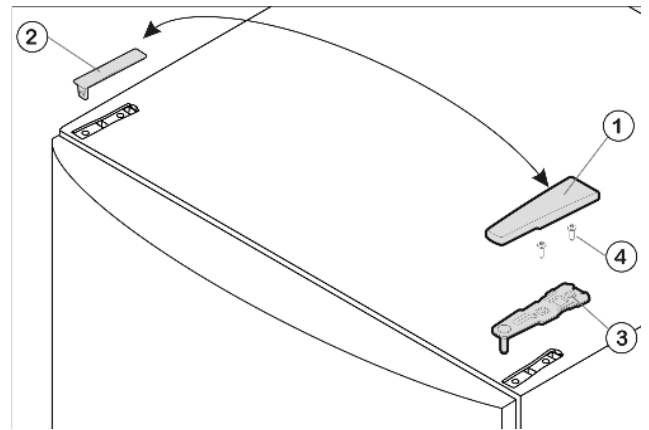

Fig. 4
- ▶ Стяните крышку крышки Fig. 4 (1) вперёд и снимите крышку Fig. 4 (2).
- ▶ Открутите верхний опорный кронштейн Fig. 4 (3) (2 шт. Torx 25) Fig. 4 (4) и вытяните вверх.
- ▶ Установите верхний опорный кронштейн Fig. 4 (3) на новой стороне шарнира и защелкните в дверце.
- ▶ Прикрутите верхнюю опорную подставку (2 шт. Torx 25) Fig. 4 (4). При необходимости просверлите отверстия или используйте аккумуляторную отвертку.
- ▶ Защёлкните крышку Fig. 4 (1) и крышку Fig. 4 (2) на противоположной стороне.